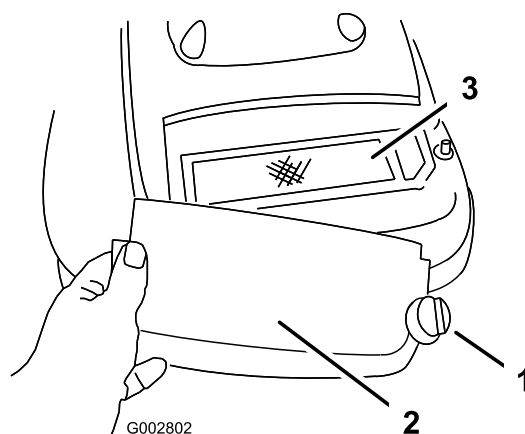

Figure 23
3. Retirez la vis de fixation du couvercle du filtre à air (Figure 23).
4. Enlevez le couvercle et nettoyez-le soigneusement (Figure 23).